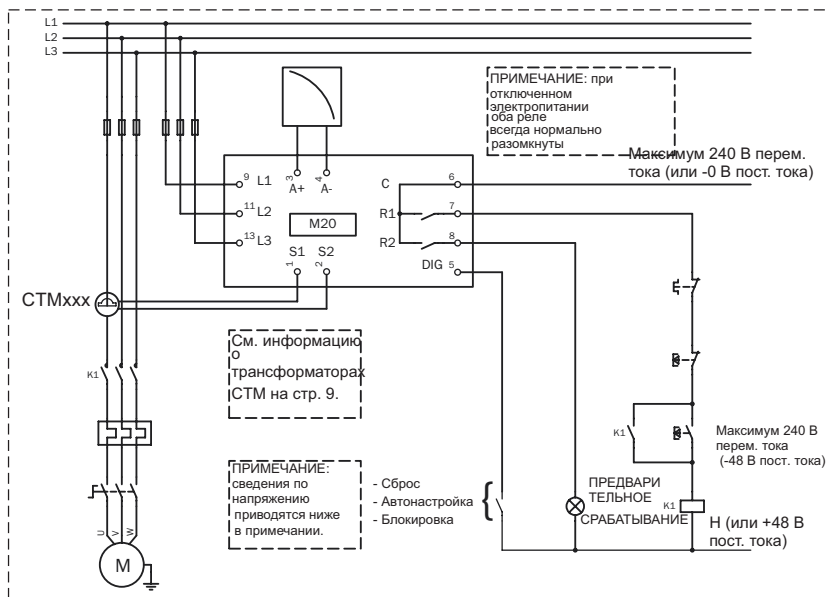

Рис. 1 Пример подключения
1. Трансформатор тока СТМxxx должен быть установлен на фазе, соединенной с клеммой 9, это фаза L1, см. Рис. 1. нарушение данного требования приведет к выходу устройства из строя.
Примечание: трансформатор тока (СТМxxx) должен быть установлен на фазе, соединенной с клеммой 9, это фаза L1, см. Рис. 1.
ПРИМЕЧАНИЕ: если ПУСК/ОСТАНОВ подключен согласно Рис. 1, рекомендуется шунтировать клеммы 6 и 7 при программировании. По завершении программирования шунт должен быть извлечен. Если подключение выполнено согласно Рис. 1, диапазон напряжений устройства, например, 3x380-500 В перем. тока, должен соответствовать напряжениям соответствующего двигателя или линии, например, 3x400 В.
В данном примере подключения показаны соединения, необходимые для однофазного оборудования. Остальные подключения показаны на Рис. 1.
В качестве цифрового входа используются клеммы 5 (DIG) и 6 (С - reference). Может использоваться сигнал переменного или постоянного тока. Если используется сигнал постоянного тока, то "+" подключается к клемме 5 (DIG), а "-" – к клемме 6. При использовании напряжения постоянного тока соблюдайте полярность. См. также Рис. 1, клемма 6: максимум 240 В перем. тока (или -0 В пост. тока) и клемма 5: Н (или +48 В пост. тока). См. также глава 9, "Расширенные функции".